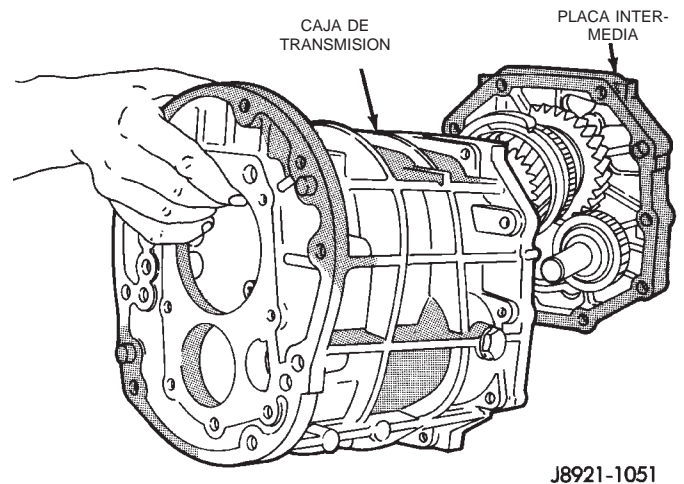

Fig. 35 Desmontaje de la placa intermedia de la caja de transmisión
(24) Separe la placa intermedia de la caja de transmisión (Fig. 35).